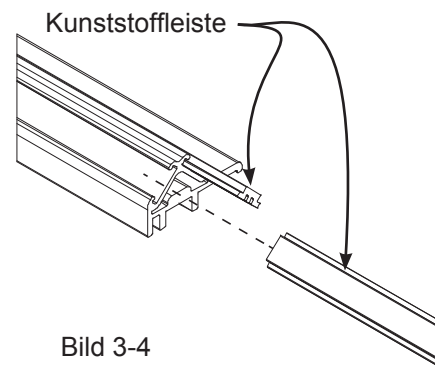

Bild 3-4
**3-7 :** Schieben Sie die Kunststoffleisten in den jeweiligen Schienenslot der Schienenstützen. Siehe Bild 3-4. (D. h. Für den King-Size-Tisch werden in die Gesamtlänge von 2 Schienenstützen jeweils 2 Leisten (King-Size) geschoben).